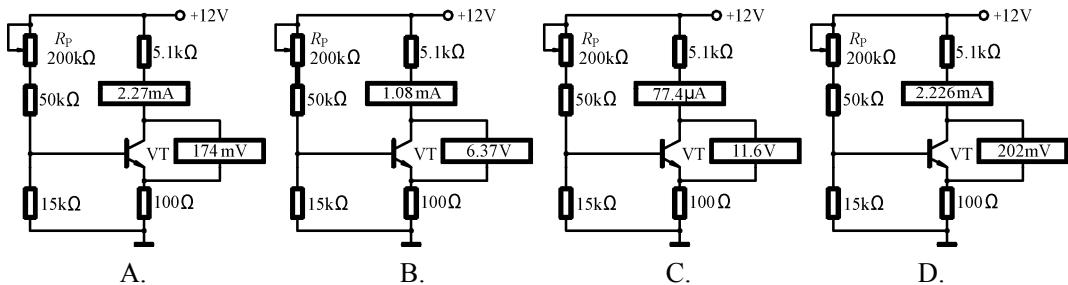

图 1-6
36. 小信号放大电路静态工作点测试电路如图 1-6 所示，静态设置较合理的是（ ）。